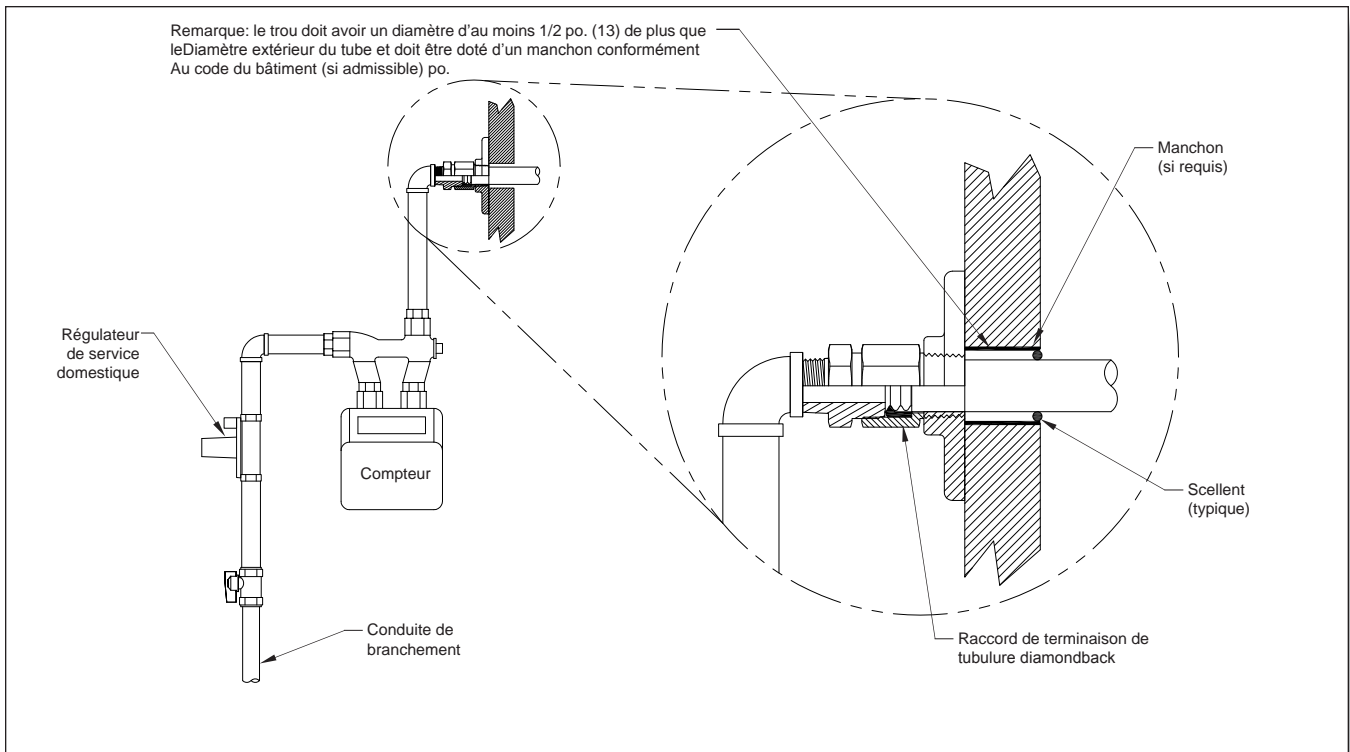

FIG. 4-17 Raccordement D'un Compteur Soutenu Par Un
- Les compteurs dont l'installation dépend des installations du service de gaz ou de la tuyauterie d'une résidence ne doivent pas être directement branchés à l'extérieur à la tubulure DIAMONDBACK™. Tel qu'illustré aux **FIG. 4-17 & 4-18**, une tuyauterie de fer doit être utilisée pour brancher la sortie du compteur à un raccord de terminaison pour l'extérieur ou à une plaque de raccord d'extrémité, sur le mur extérieur du bâtiment ou à un élément de transition entre la tuyauterie et la tubulure DIAMONDBACK™ située à l'intérieur de la structure.